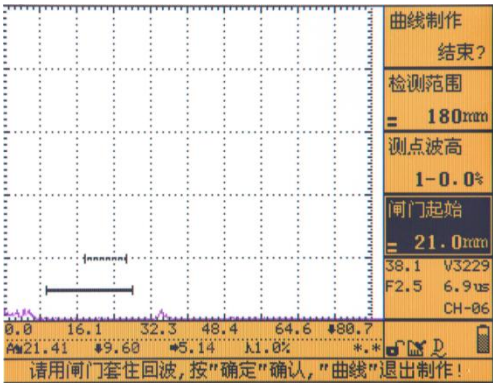

图 6.22
- a) 按【F1】键，选择“DAC”主菜单，再通过【向上】或【向下】键，选择“曲线制作”子菜单，单击旋轮或【确认】键，开始制作 DAC 曲线，同时，“曲线制作”项由“开始”变为“结束？”，仪器自动选择“闸门起始”子菜单，且“测点波高”由“1-*.*”变为“1-0.0%”，如图 6.22 所示。